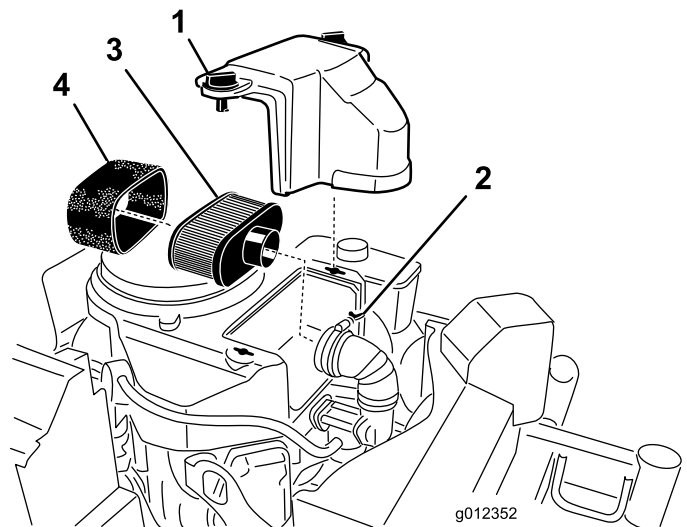

Bild 21
3. Reinigen Sie den Bereich um den Luftfilter herum, um zu verhindern, dass Schmutz in den Motor fällt und Schäden verursacht (Bild 21).
4. Schrauben Sie die Handräder los und entfernen Sie die Luftfilterabdeckung (Bild 21).
5. Schrauben Sie die Schlauchklemme los und entfernen Sie die Luftfilterabdeckung (Bild 21).
6. Ziehen Sie den Schaumeinsatz vorsichtig vom Papiereinsatz (Bild 21).
1. Reinigen Sie nicht den Papierfilter. Wechseln Sie ihn aus (Bild 21).
1. Schieben Sie den Schaumeinsatz vorsichtig auf den Papierluftfiltereinsatz (Bild 21).
2. Schieben Sie den Luftfilter auf das Luftfilterunterteil und befestigen Sie ihn mit den 2 Flügelmuttern (Bild 21).
3. Setzen Sie die Abdeckung des Luftfilters auf und ziehen Sie das Abdeckhandrad fest (Bild 21).